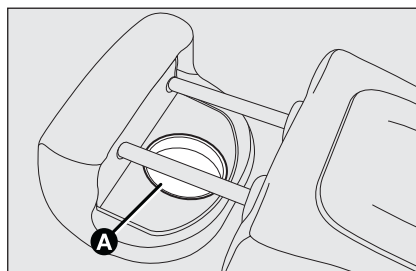
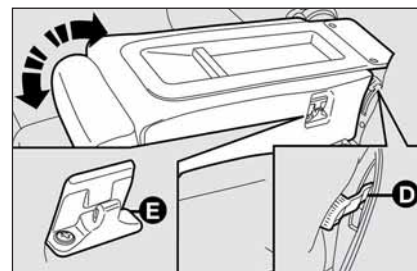

fig. 46
fig. 47
- ☐ intervenga en la palanca **D**-fig. 47 (una por lado);
Con el respaldo central bajado completamente sobre el cojín del asiento después de quitar el reposacabezas correspondiente (como se ilustra en la figura), es posible utilizar el relieve portavasos **A**-fig. 46 (donde esté previsto). Para volver a poner el respaldo central en posición vertical, mueva nuevamente la palanca **D**-fig. 47 (una por lado) y alíneelo con los respaldos traseros laterales hasta oír que se han fijado en el gancho de seguridad **E**.